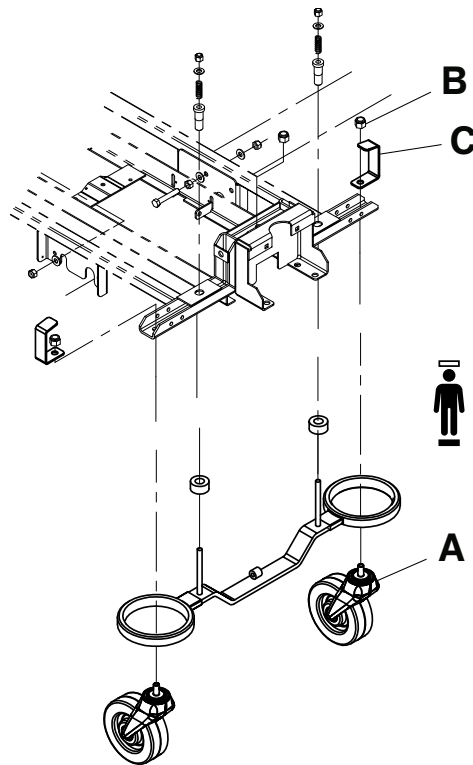

Figure 6 – Remplacement d'un ensemble de roulette
6. À l'aide d'une clé mixte de 5/8 po et d'une douille de 11/16 po, retirer l'écrou et le boulon qui fixent la roulette à la corne de roulette (A) (Figure 6). Conserver l'écrou et le boulon.
7. À l'aide d'une douille de 3/4 po et d'une clé mixte de 3/4 po, retirer le contre-écrou (B), le support du capot de la base (C), la douille de réglage de la roulette, la rondelle et le boulon qui fixent la roulette à la base (Figure 6). Jeter la roulette. Conserver toutes les autres pièces.